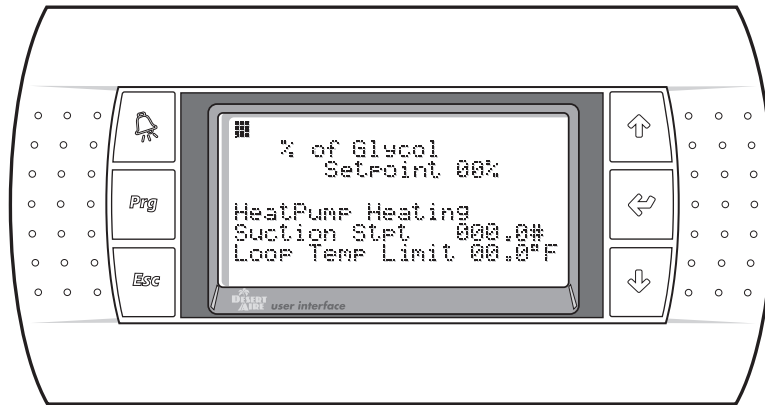

Figure 68
2.6.5. Glycol Ratio (Figure 68)